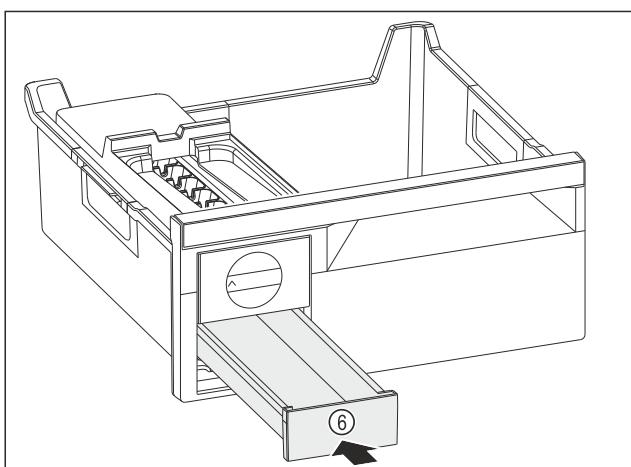

Fig. 122
- Zasuňte zásuvku na kocky ľadu Fig. 122 (6).